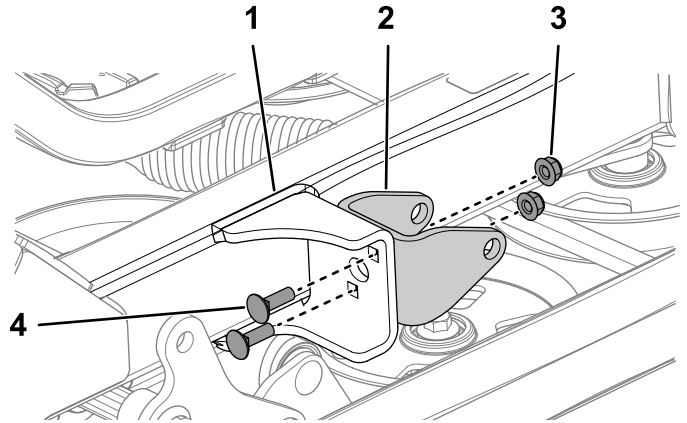

Bild 10
2. Befestigen Sie die Aktorhalterung mit den beiden Schlossschrauben (5/16" x 1") und zwei Sicherungsmuttern (5/16") am linken Rahmenrohr, wie in **Bild 10** dargestellt.